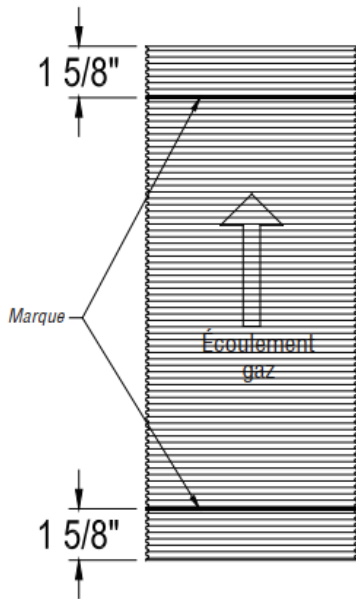

Figure 16 - Ligne de marqueur DuraSeal Flex
1.1. Si l'on coupe la doublure sur le fi est requis domaine, assurez - vous que la coupe est carrée. Tracez une ligne de marqueur aux deux extrémités de la doublure à 1 5/8" de chaque extrémité. Cette marque servira de point de référence lorsque les adaptateurs seront entièrement installés sur la doublure fl ex. (Figure 16).